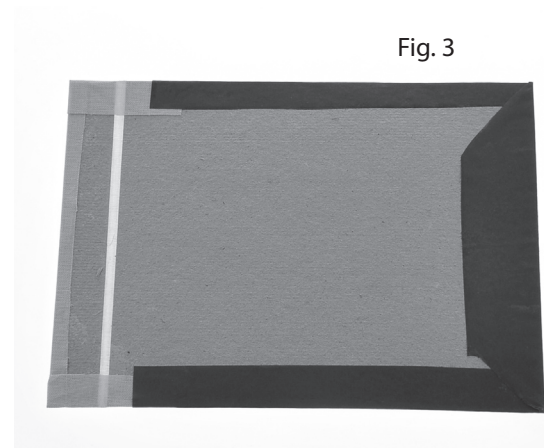

Fig. 3
3. Cortar el papel de cubierta de la tapa y el dorso y encolarlo a las láminas de cartón gris de tal forma que sobren unos 15 mm en tres lados. Estos sobrantes se doblan hacia adentro y se encolan (ver Fig. 3).